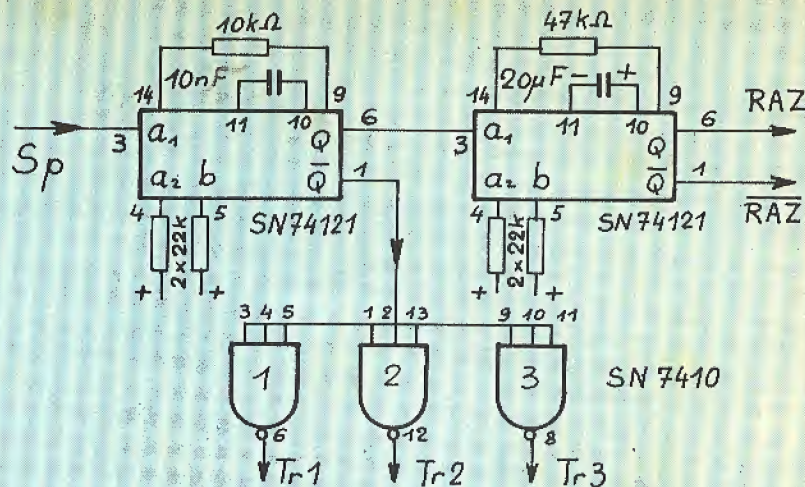

Fig. 8. - Fonctions.
- Circuits de fonctionnement (Fig. 8) :